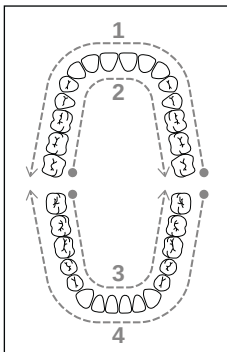

Abb. 10
- ♦ Sie können sich für die Abfolge der Reinigung an folgender Abbildung orientieren (siehe Abb. 10). Die Zahlen in der Abbildung stehen für die Reihenfolge der zu reinigenden Gebissbereiche: